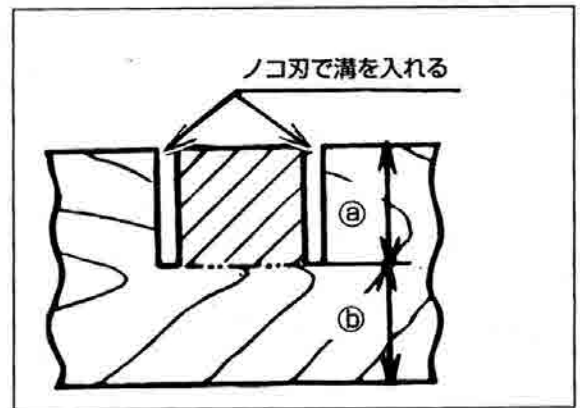

図32
- (1) ノコ刃が希望の位置の深さaで止まるよう下限位置を調整すると図32に示すような溝加工ができます。のみ等で加工したのち、傾斜部はのみ等で取ってください。